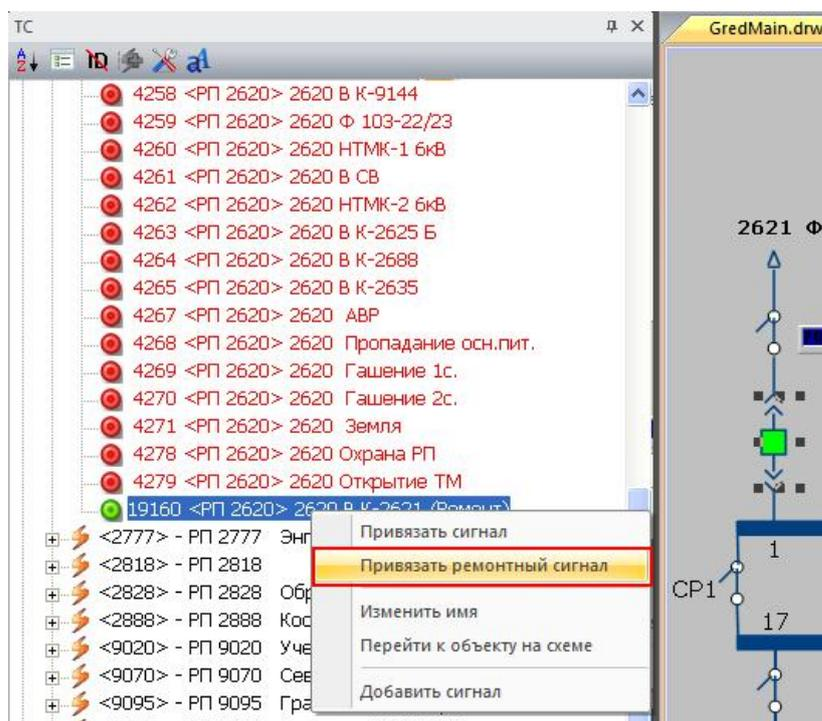

Рисунок 438 – Привязка ремонтного сигнала к объекту
– выбрать на схеме графический элемент Ячейка КРУ. Щелчком правой кнопки мыши в дереве ТС на телемеханическом сигнале выбрать команду контекстного меню **«Привязать ремонтный сигнал»** (рисунок 438);